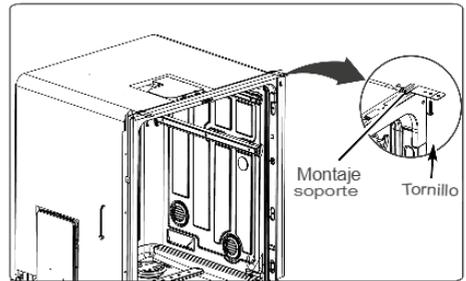

FIG. 11
- Antes de deslizar la unidad en su lugar, deberá colocar los soportes de montaje. Véase la FIG.11 para soporte de montaje instrucciones.
Para encimeras de madera o que no se dañen con la perforación, use el Método 1 que se muestra en la FIG. 11.
### EL MÉTODO 1 (FIG. 11)